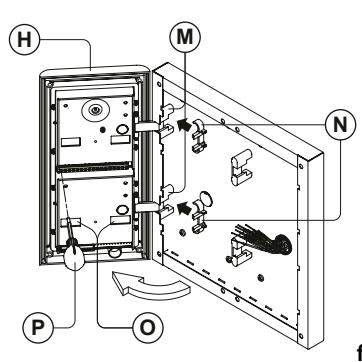

fig. 10
- As shown in **Fig. 10**, open the module support frame **H** as suggested by the pointer, hook the hinge locks **N** to the hinges **M**, make the required connections using the screwdriver provided **P** (flat blade end) and make the required adjustment by adjusting the settings (through openings **O**) and adjust trimmers;
- Come mostrato in Fig. 10, aprire il supporto moduli **H** come suggerito dalla freccia, agganciare i fermi **N** delle cerniere agli alloggiamenti **M**, collegare i fili utilizzando il cacciavite fornito (lato piatto) a corredo ed agire sulle fessure **O** dei moduli o sui fori dei trimmer per le opportune regolazioni;
- Comme illustré sur la Fig. 10, ouvrir le support des modules (H) comme suggéré par la flèche, accrocher les butées (N) des charnières aux logements (M), raccorder les fils en utilisant le tournevis fourni (côté plat) et agir sur les fentes (O) des modules ou sur les trous des trimmers pour les réglages opportuns ;